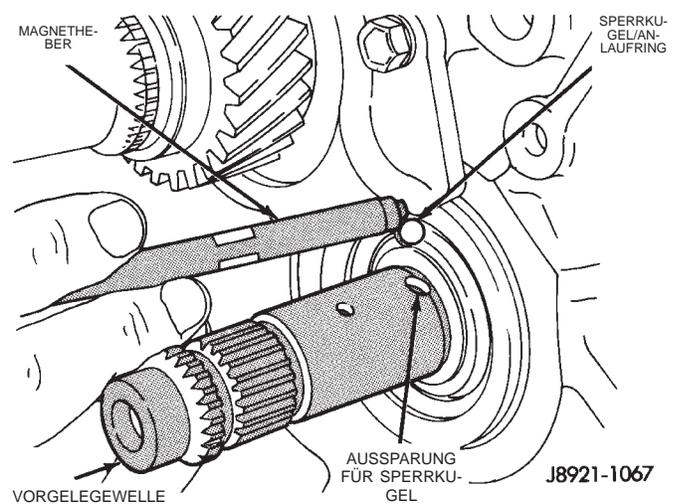

Abb. 56 Sperrkugel des Anlauf rings/5. Gang ausbauen
(8) Die Sperrkugel des Anlauf rings für den fünften Gang mit einem Magnetheber aus der Vorgelegewelle herausziehen (Abb. 56).